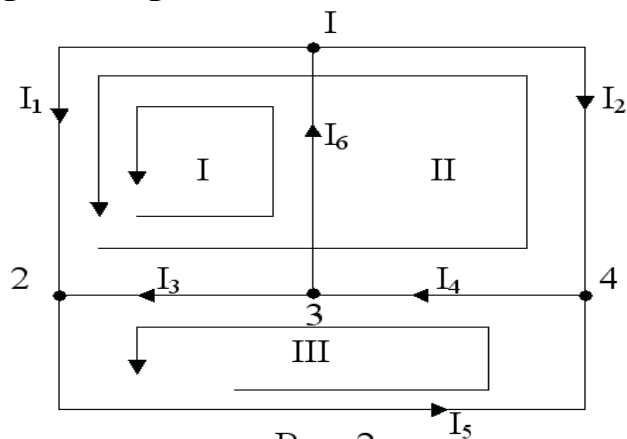

Рис. 2
**2.** Выбираем независимые контуры схемы и произвольно задаем направление их обхода. При этом рекомендуется ветвь с источником тока включить только в один из независимых контуров. Такой вариант представлен на скелетной схеме (рис. 2)